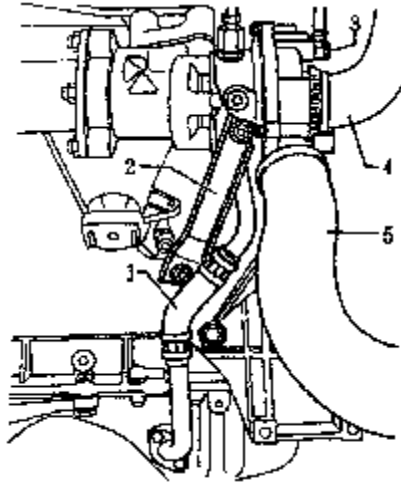

图 4-201 拆卸涡轮增压器附件
(1) 拆卸隔音罩。
(2) 对于装配空调器的车型,拆卸空调压缩机时,切勿打开空调制冷液环路。如图 4-201 所示,拆卸涡轮增压器支架 2,拧下涡轮增压器处的机油回油管 1 的螺栓,将回油管移向右侧,拧下高压管管接螺栓 3,脱开涡轮增压器处的空气软管 4 与 5。拧下进气压力调节阀压力单元侧的冷却液管支架紧固螺栓。用软管夹钳 3094 松开冷却液管卡箍。拆卸前挡泥板与空气滤清器壳体间的进气软管。